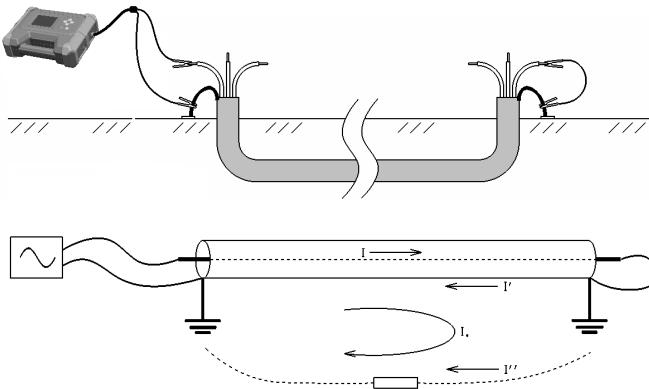
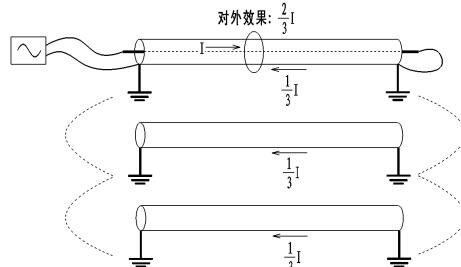

图 3-1-3 相线 - 护层接法
图 3-1-4 并行电缆的分流效果
- 示例①：三条电缆同路径（包括目标电缆），测量结果为：目标电缆电流为  $I$ ，相位在  $0^\circ$ 附近，提示识别正确；两条邻线电流分别为  $I/2$ ，相位在  $180^\circ$ 附近，提示识别错误（可参见图 3-1-4 并行电缆的分流效果）。
- 示例②：两条电缆同路径（包括目标电缆），测量结果为：目标电缆电流为  $I$ ，相位在  $0^\circ$ 附近，提示识别正确；另一条邻线电流也为  $I$ ，相位在  $180^\circ$ 附近，提示识别错误。这种情况因为电流强度基本相同，只能靠相位区分，更需要特别注意卡钳方向。
- 示例③：其他并行电缆与目标电缆的路径不同（一般为末端在不同位置），测量结果为：目标电缆电流为  $I$ ，但数值远较发射机注入值小，相位在  $0^\circ$ 附近，提示识别正确；邻线电流接近 0，相位接近  $180^\circ$ 或不稳定，提示识别错误（可参见图 3-1-3 相线 - 护层接法）。